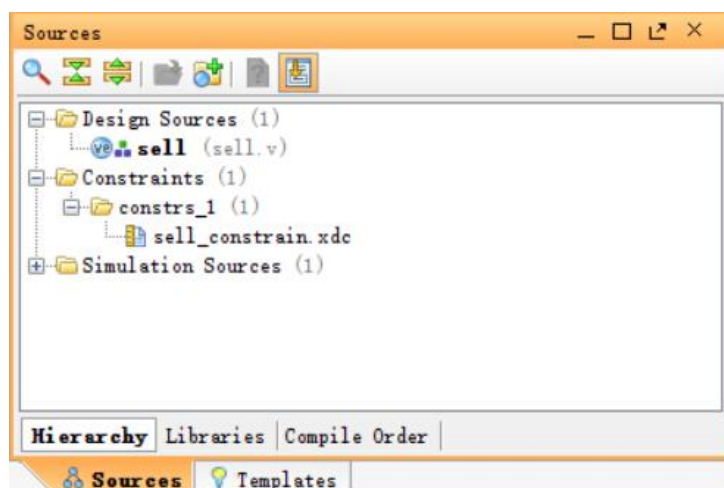

图 3-2-14 展开约束文件 sell_constrain.xdc
(1) 在资源窗口 sources 中，展开约束文件夹，如图 3-2-14，然后双击打开 sell_constrain.xdc 进入文本编辑模式；